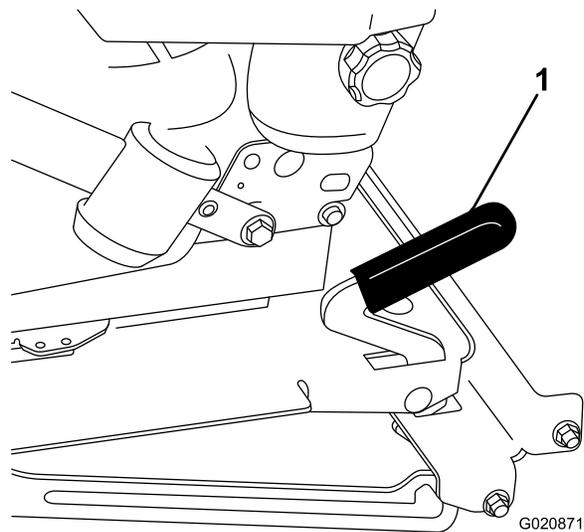

Figura 32
2. Puxe a alavanca do banco para a frente e eleve-o para desengatar o banco (Figura 32).